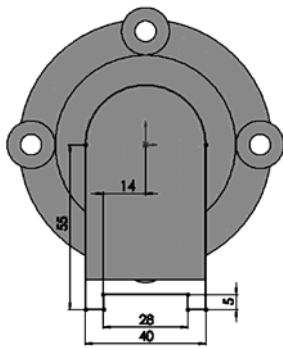

图 7-93 绘制凸台草图 3
2) 绘制凸台草图 3。单击“草图”工具栏中的 (直线) 按钮和 (圆) 按钮, 或选择菜单栏中的“工具”→“草图绘制实体”→“直线”和“圆”命令, 绘制凸台草图 3; 单击“尺寸/几何关系”工具栏中的 (智能尺寸) 按钮, 或选择菜单栏中的“工具”→“标注尺寸”→“智能尺寸”命令, 对草图进行尺寸标注, 效果如图 7-93 所示。